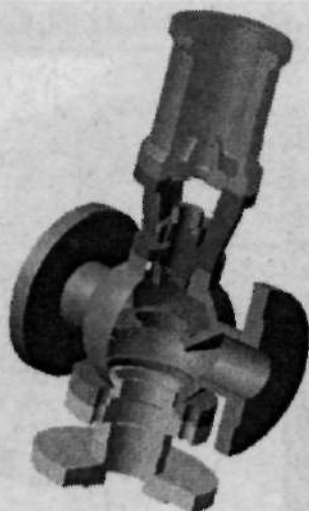

Рис. 3.41. Так выглядит сборка после сечения по эскизу
15. Щелкните в **Дереве построений** по заголовку, соответствующему созданному эскизу и на **Панели свойств** щелкните по кнопке  (**Создать объект**). Таким образом, сечение будет построено (рис. 3.41).